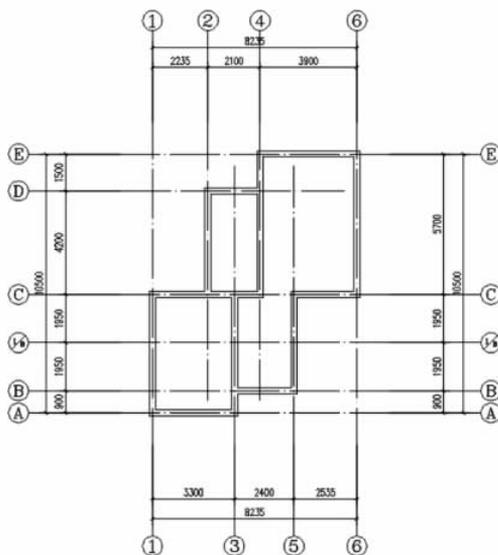

图 3-8 添加辅助轴线
(1) 单击菜单中“轴网柱子”→“添加轴线”命令,添加辅助轴线,如图 3-8 所示。